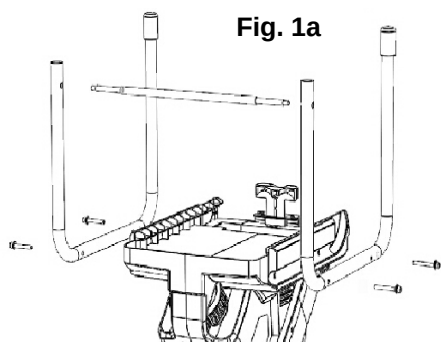

Fig. 1a
2. Coloque la pata izquierda y la derecha en la máquina y fíjelas con los tornillos de brida; usando el extremo de la zócalo de combinación / llave hexagonal provista (Ver Fig. 1a, 1b).